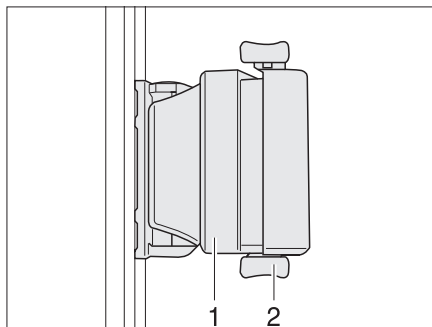

Fig. 62 Finestra scorrevole con bloccaggio scorrevole
- Ruotare il bottone di bloccaggio (Fig. 62,1) portandolo in posizione verticale.
- Premere la maniglia (Fig. 62,2) e spingerla contemporaneamente in avanti o indietro.